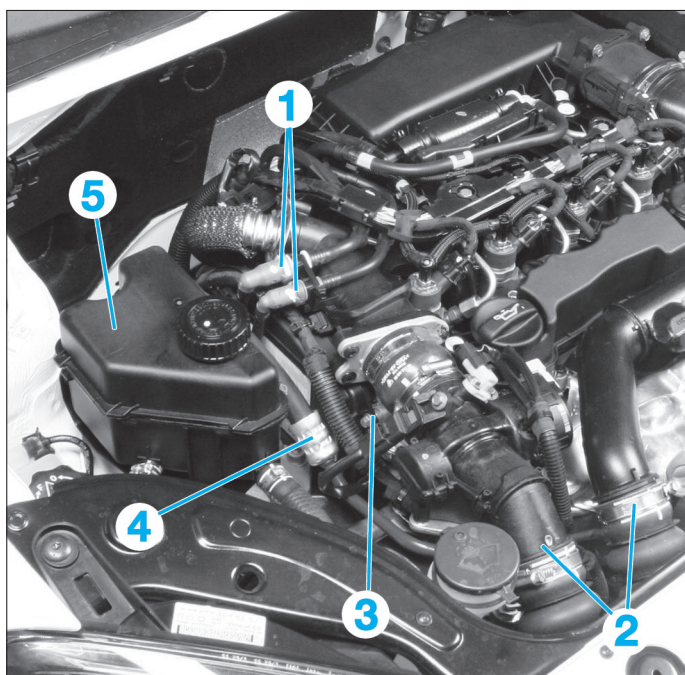
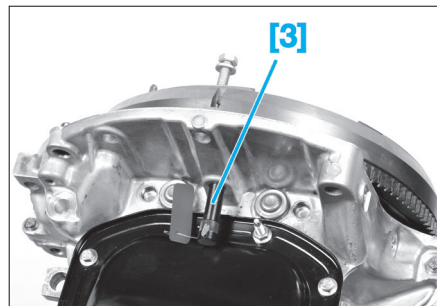

FIG. 30
FIG. 31
- les raccords d'alimentation (1) en carburant (Fig.30),
- les canalisations (2) d'entrée et de sortie de l'échangeur thermique air/air,
- le connecteur du capteur de pression d'air d'admission (3).
- le tuyau de direction assistée (4) du carter de distribution,
- le réservoir (5) de direction assistée,
- Tourner le moteur afin de pincer le volant moteur avec la pige [3] (Fig.31).